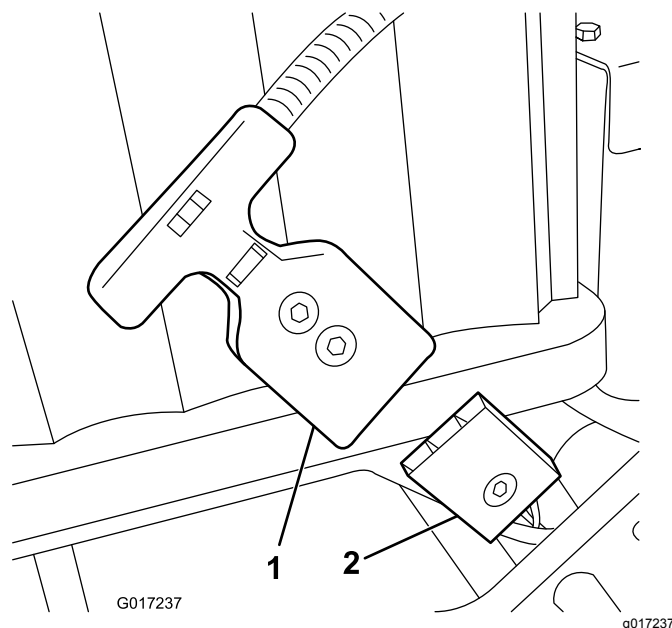

図 15
**注** バッテリーパックを取り付けたままの状態ではバッテリーパックのソケットとマシンのワイヤハーネスを接続できない場合には、先にハーネスの接続を行い、それからバッテリーパックを取り付けるようにしてください。バッテリーのベースから主電源コネクタ(図15)を外す。説明にしたがってバッテリーにコネクタを取り付ける。バッテリーをベースに取り付け、付いているワイヤハーネスを対応する穴に通し、先ほど取り外した金具類を用いて主電源コネクタをバッテリーベースに固定する。
- メインのワイヤハーネスからのT字コネクタを、バッテリーのベース部にある主電源コネクタに接続する(図15)。